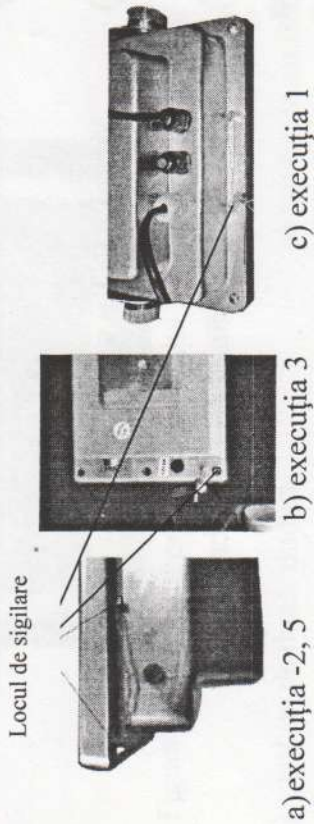

Figura 2 – Locul de sigilare
1.6.2.1 Bascula este sigilată cu scopul de a preveni accesul nesancționat la parametrii de setare, care influențează asupra caracteristicilor metrologice a basculei. Bascula se sigilează după schema stabilită (vezi figura 2).